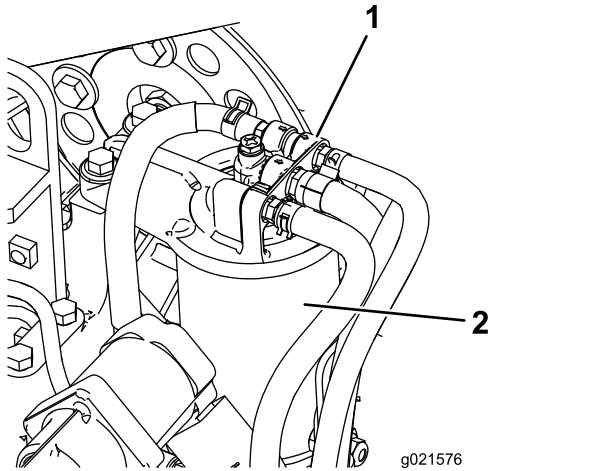

Figura 76
1. Pulite le superfici circostanti la testa del filtro del carburante (Figura 76).
2. Togliete il filtro e pulite la superficie di montaggio della testa del filtro (Figura 76).